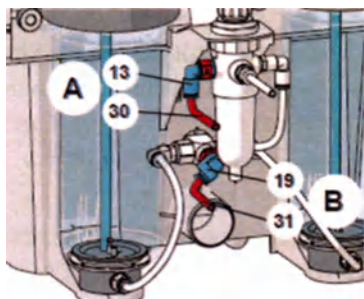

Рис. 2
2. Подсоединение педали (рис.2):
- Шланги (30) и (31) уже подключены к педали.
- Вставьте обозначенный буквой А шланг (30) до упора в штуцер А (13) пескоструйного аппарата.
- Вставьте обозначенный буквой В шланг (31) до упора в штуцер В (19) пескоструйного аппарата. При введении шлангов следует преодолеть легкое сопротивление.